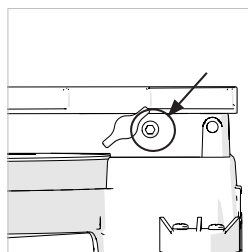

Fig. 14b
- Afloje el tornillo de la máquina (**Fig. 14b**) con la llave hexagonal M5 suministrada.